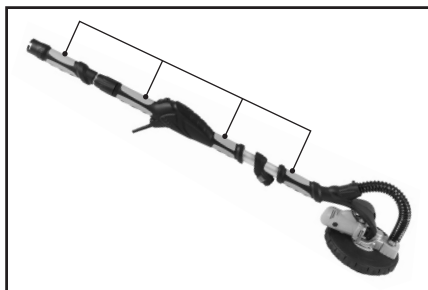

Fig. 11
La ponceuse de Dry Wall doit toujours être portée avec les deux mains. Quatre (4) zones de poignée (fig. 11) sont prévues le long du tube principal. Maintenir la machine avec la plus commode de ces zones de poignée, positionner vos mains pour offrir la meilleure combinaison de portée et d'effet de levier pour l'application envisagée.